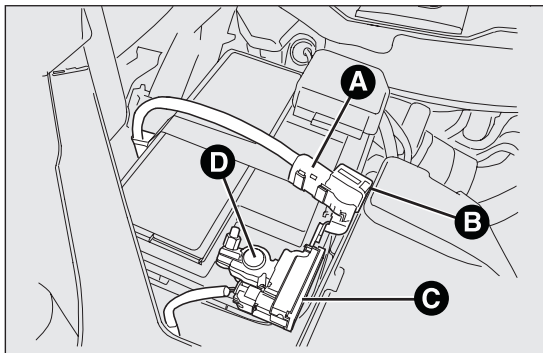

fig. 129
- scollegare il connettore A fig. 129 (con pressione sul pulsante B) dal sensore C di monitoraggio dello stato di carica della batteria, installato sul polo negativo D della batteria stessa;
- dopo aver scollegato l'apparecchio di ricarica, ricollegare il connettore A al sensore C come illustrato in fig. 129.